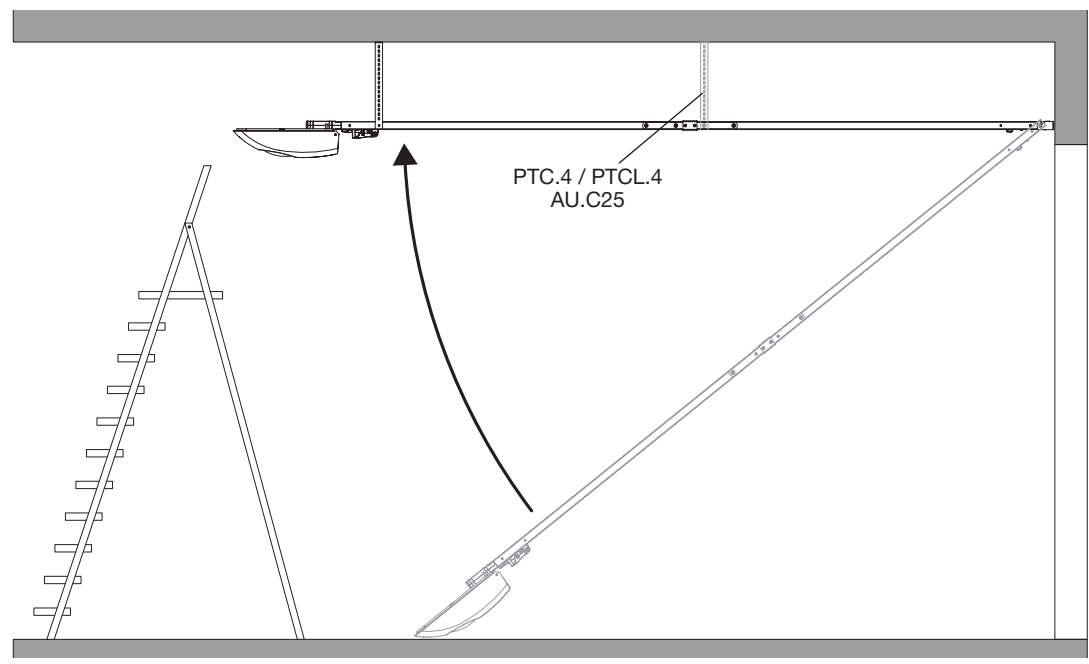

Fig. 12
- utilizzando una scala alzare il motoriduttore (Fig.12), segnare i punti di fissaggio delle staffe, forare e fissare il motoriduttore utilizzando viti e tasselli adatti al materiale.